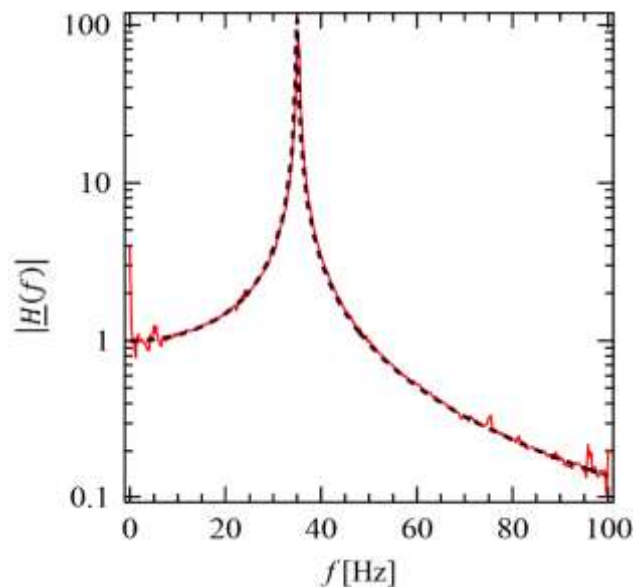

Figure 3: module  $|\underline{H}(f)|$  de  $\underline{H}(f)$  en fonction de la fréquence  $f$ .
14. Sur la figure 3, les expérimentateurs ont choisi de travailler en fréquence plutôt qu'en pulsation et ont tracé le module  $|\underline{H}(f)|$  de  $\underline{H}(f)$  en fonction de la fréquence  $f$ . Estimer l'ordre de grandeur du facteur de qualité à partir de la courbe expérimentale de la figure 3 en s'appuyant sur la question 13.